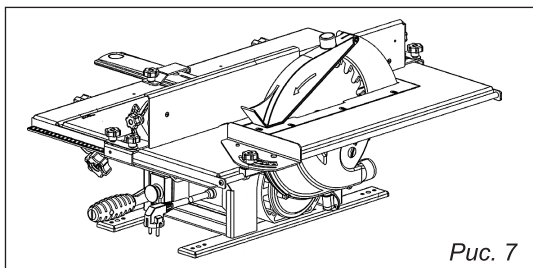

Рис. 7
- Установить на пильный стол собранную линейку (рис. 7);